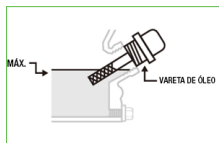

Fig. 3
- O nível de óleo deve manter-se dentro da área marcada na vareta, de preferência perto do ponto médio superior do intervalo. (Fig. 3)